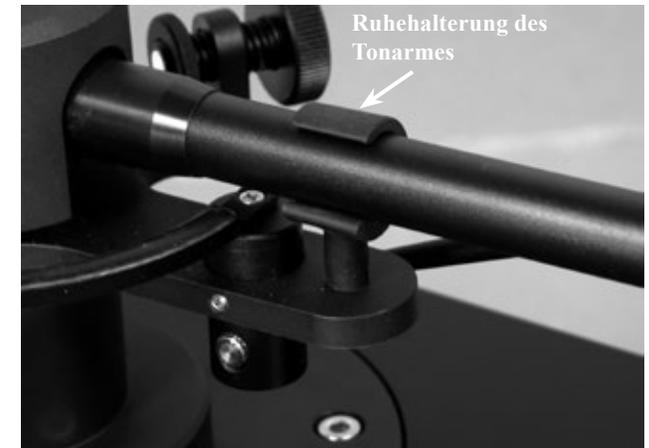

Abbildung 53
2. Befreien Sie den Tonarm von der Tonarmhalterung. Siehe Abbildung 53.